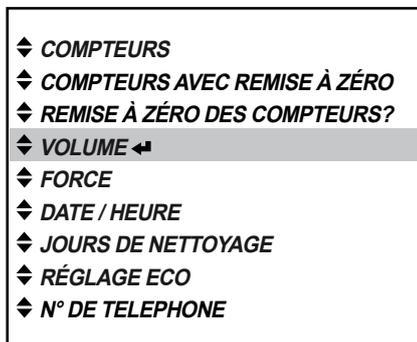

Fig. 35
1. Appuyez sur la touche d'entrée  pour afficher le menu « VOLUME » (fig. 35).